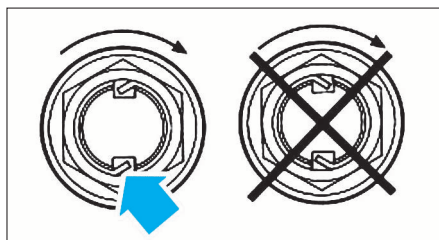

FIG. 4
- serrer les écrous correctement (Fig.4).